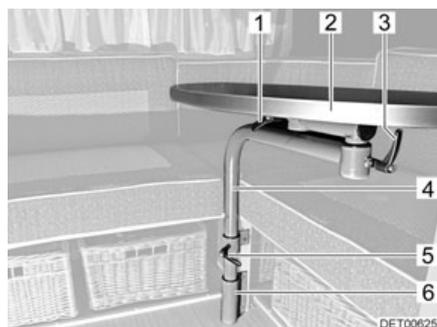

Fig. 64 Table pivotante
- Desserrer les vis à garret (Fig. 64,1, 3 et 5).
- Faire pivoter le plateau de table (Fig. 64,2) dans la position désirée.
- Desserrer la vis à garret (Fig. 64,5).
- Retirer le plateau de table (Fig. 64,2) avec son pied (Fig. 64,4) de la fixation (Fig. 64,6) et la poser de côté.